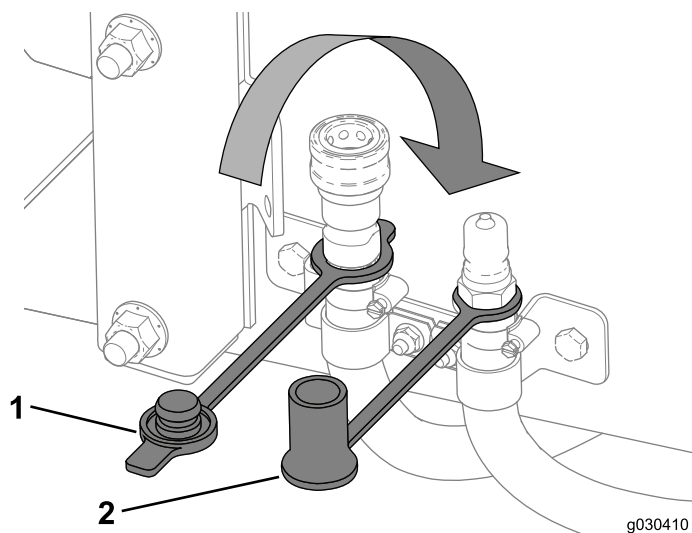

Figura 69
3. Tape las mangueras del calentador con los tapones guardapolvo (Figura 69).